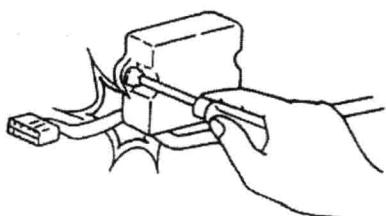

图 1-16 控制模块、继电器的拆卸
- (4) 当安装部件时，应注意导线不被损伤。
- (5) 不要丢失继电器、传感器或其他电器部件。控制模块、继电器等的受热易被损伤的电器元件，如果需要进行 80°C 以上的维修作业时，事先应分离，如图 1-16 所示。